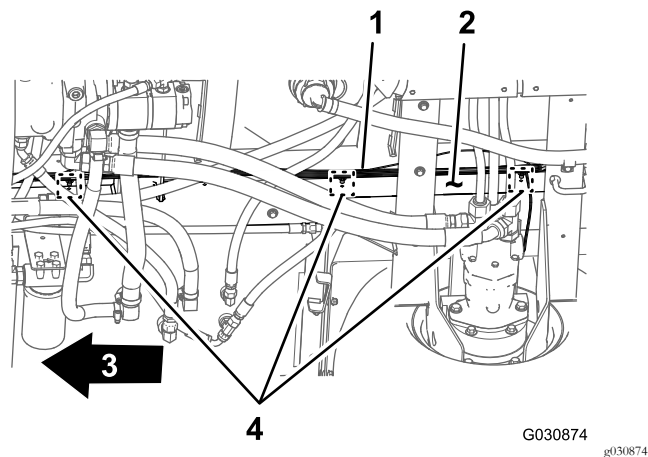

Figura 20
3. Retire os três fixadores de pressão da cablagem traseira que prendem a cablagem aos orifícios no tubo direito da estrutura da máquina (Figura 20).